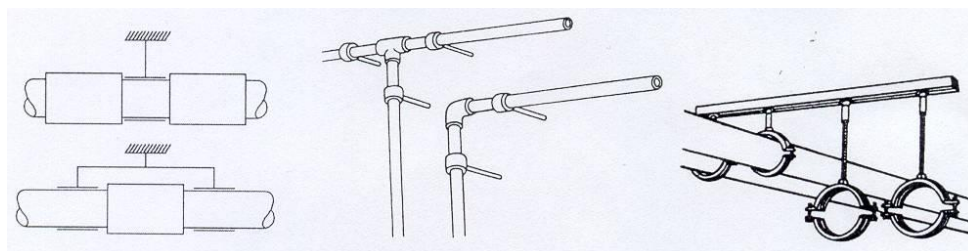

Fig. nr. 7
- a) prinderea fixă, aceasta nu lasă nici o posibilitate de mișcare longitudinală a țevei, se execută în locurile în care direcția conductei se modifică, lângă locul de montare a diverselor fittinguri, a apometrelor sau lângă branșamente. Exemple de prindere fixă sunt prezentate în fig. nr. 7. Lungimile pentru care se calculează contracția și dilatarea sunt considerate lungimile între două prinderi fixe.